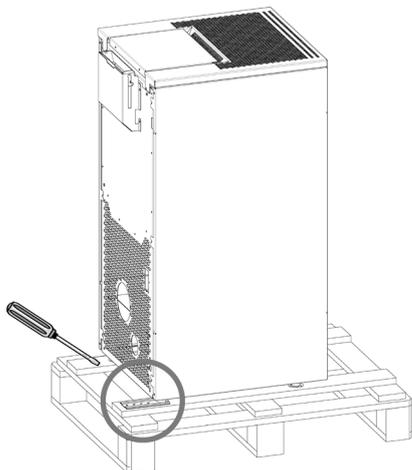

Fig. 1 - Remoção dos suportes
- Remover os suportes que bloqueiam os pés da estufa (ver **Fig. 1**). Em seguida proceder com a remoção da estufa da palete.